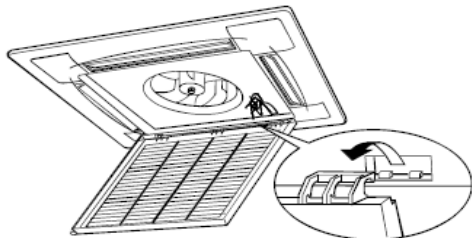

fig.4
2. **Retirer la grille d'entrée d'air (en même temps que le filtre à air, comme dans la Figure 4).**